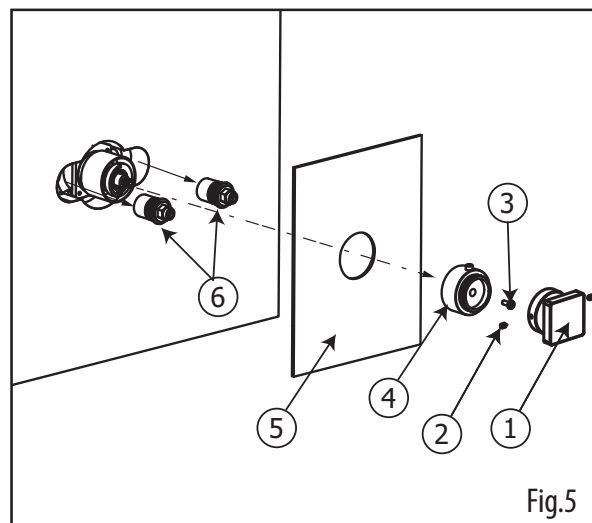

Fig.5
-Remove all handle components and the trim (1 to 5) (Fig.5).
- Shut off your main water supply and proceed with removing the check-valve stops (6).
- Démonter toutes les composantes des poignées ainsi que la plaque décorative (1 à 5) (Fig.5).
- Fermer l'alimentation d'eau principale et enlever les 2 valves d'arrêt anti-retour (6).